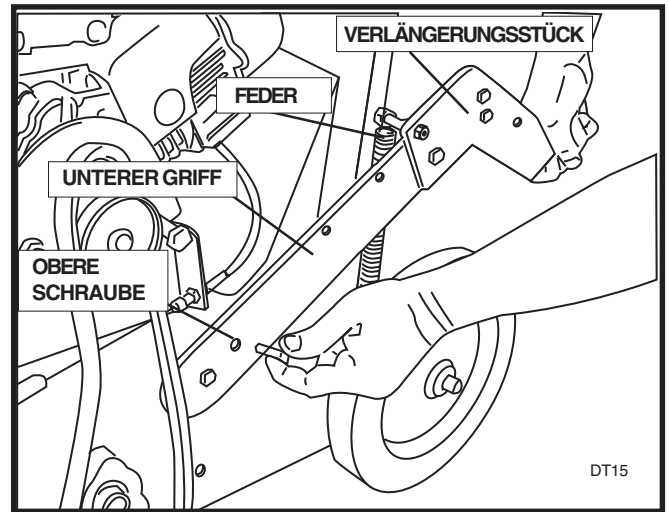

ABBILDUNG 8
19. Nehmen Sie die obere Schraube vom unteren Griff ab und drehen Sie den Griff zum Boden. Befestigen Sie die Feder mit den beiliegenden Schrauben an das Verlängerungsstück. Drehen Sie den Griff wieder in die ursprüngliche Position, wobei die Feder gestreckt wird, und bringen Sie die Schraube wieder im unteren Griff an. Wiederholen Sie den Vorgang auf der anderen Seite. Siehe Abbildung 8.